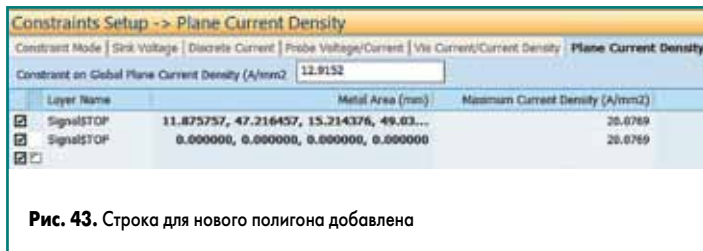

Рис. 43. Строка для нового полигона добавлена
- После этого необходимо выбрать слой платы, с которого будет производиться добавление полигона. Появится пустая строка с нулевыми координатами (рис. 43).